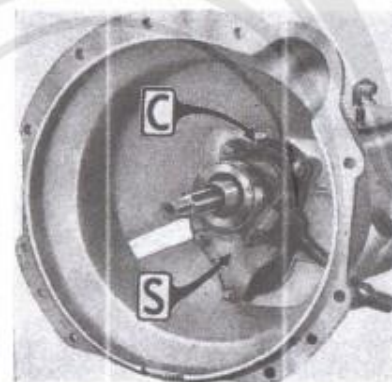

Fig. 61.
- Smontare il supporto (S, fig. 61) della forcella comando disinnesto della frizione.
- Togliere il coperchio anteriore (C, fig. 61).